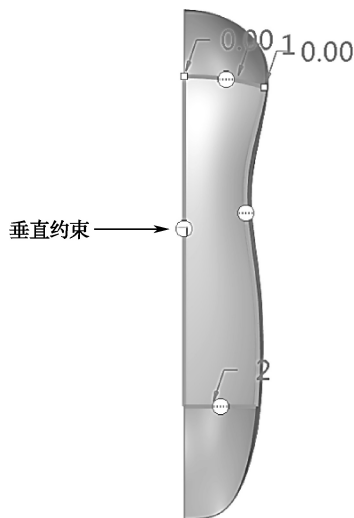

图 7-148 正面曲面建立“边界混合 4”
(4) 单击【模型】→【曲面】模块的  按钮, 激活边界混合特征工具。在绘图区上方出现【边界混合】操控面板, 单击  选取第一方向边界曲线, 单击  初步生成曲面“边界混合 4”。右击选定正面轮廓曲线“草绘 7”所在边上的  图标, 设置【垂直】约束, 如图 7-148 所示。